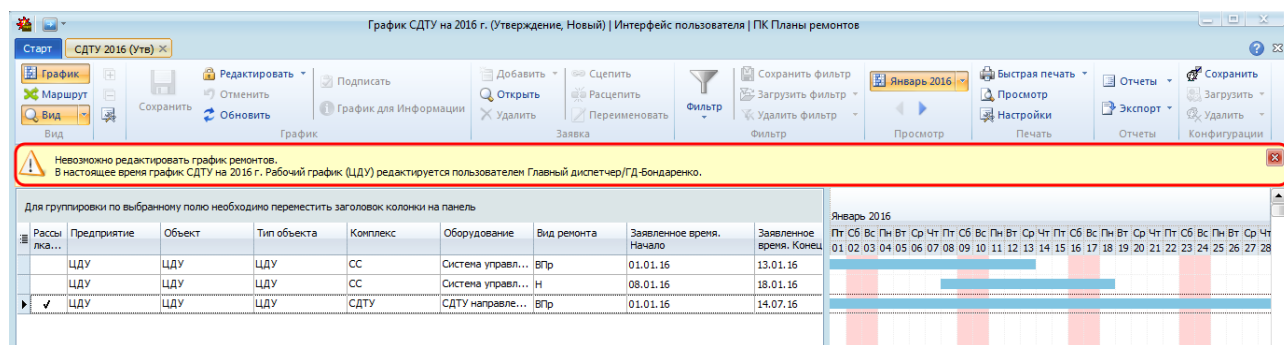

Рисунок 10.56 – Отображение информации о невозможности редактирования графика
- если график редактируется в однопользовательском режиме, то другие пользователи не могут редактировать график (Рисунок 10.56);